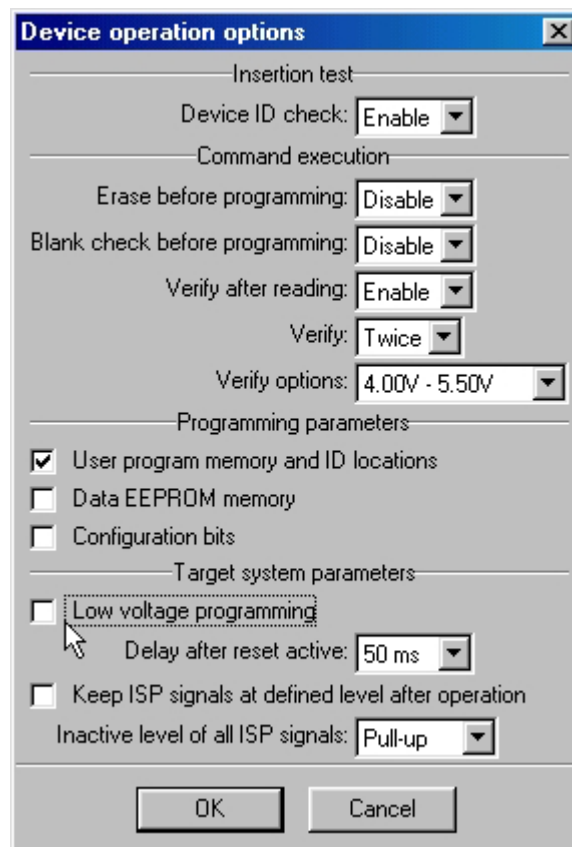

FIGURA 12: IMPOSTAZIONE DELLE OPZIONI DI PROGRAMMAZIONE CON PG4U
- C) Aprire la finestra di impostazione delle opzioni di programmazione premendo il tasto Alt e contemporaneamente la lettera "o", togliere lo spunto alla casella "Low Voltage Programming" come indicato in figura 12.